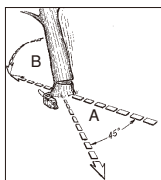

Bild. 11A
⚠️ ACHTUNG: Vor dem Schneiden sollte ein Rückzugspfad (A) geplant und freigelegt werden. Der Rückzugspfad sollte nach hinten und diagonal zur Rückseite der erwarteten Fallrichtung verlaufen, wie in Bild.11A dargestellt ist.
ACHTUNG: Wenn der Fällschnitt sich dem Ankerpunkt nähert, beginnt der Baum zu fallen. Sobald der Baum zu fallen beginnt, ziehen Sie die Säge aus dem Schnitt heraus, stoppen Sie den Motor, legen Sie die Kettensäge ab und verlassen Sie den Bereich über den Rückzugspfad (Bild. 11A).